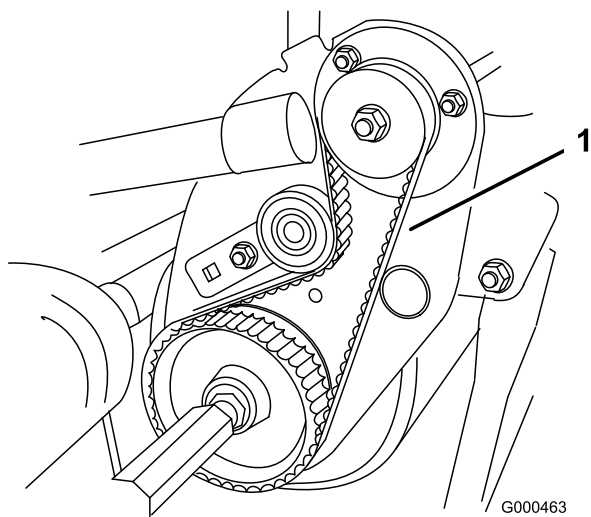

Figura 41
2. Verifique a pressão calcando a correia (Figura 41) até ficar entre o alternador e as polias, aplicando uma força de $2 \pm 0,5$ kg. A correia deve atingir um desvio de 6 mm. Se a deflexão for incorrecta prossiga para o passo seguinte.